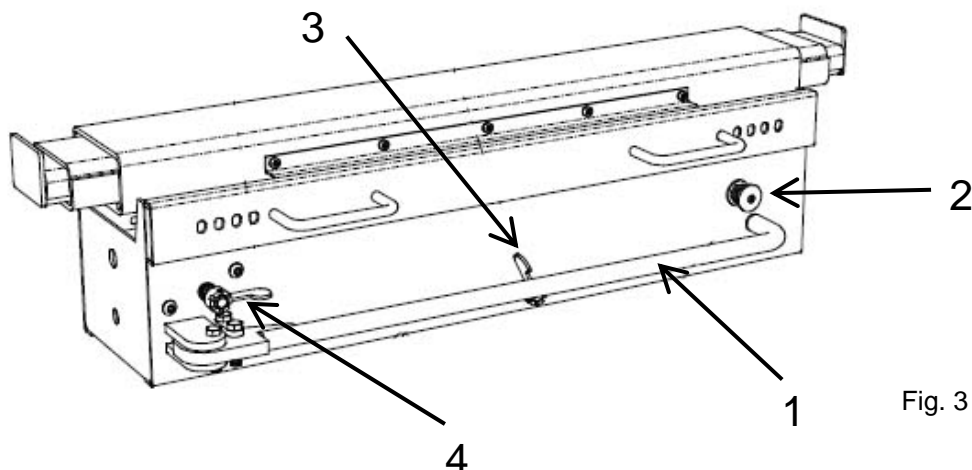

Fig. 3
- Sluit het daalventiel (pos. 4, fig. 3) door de level met de klok mee te draaien.
- Handbediende kriks: Breng de heftafel met behulp van de pomphendel (pos. 1, fig. 3) in de gewenste positie.
- Luchtbediende kriks: Druk op de drukknop (pos. 2, fig. 3) welke zich aan de rechterkant van de hefbrugkrik bevindt totdat de gewenste hoogte is bereikt.
- Ontgrendel de veiligheidsaanslag door de draaiknop (pos. 3, fig. 3) volledig met de klok mee met de rechterhand.
- Wanneer gelijktijdig de daalventiel draaiknop (pos. 4, fig. 3) met de linkerhand een beetje tegen de klok in gedraaid wordt, zal de krik gaan dalen.